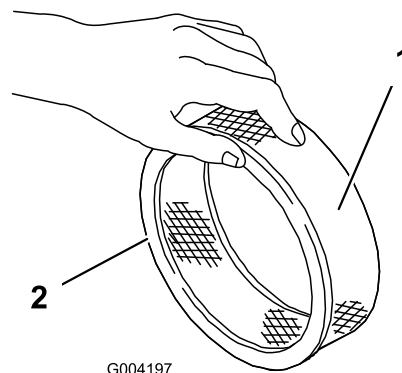

図 157
- ペーパーフィルタに汚れや油汚れ、ゴムシールの傷がないか点検する(図 157)。